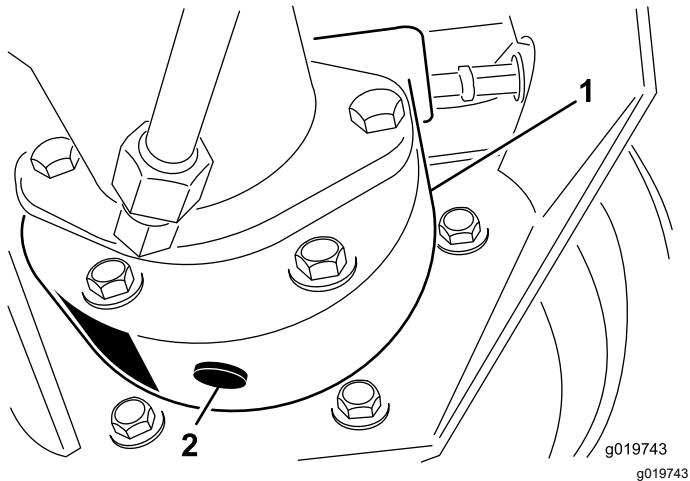

Figura 63
3. Coloque o recipiente de escoamento por baixo da caixa do travão, retire o tampão e deixe o óleo escorrer para o recipiente (Figura 63).